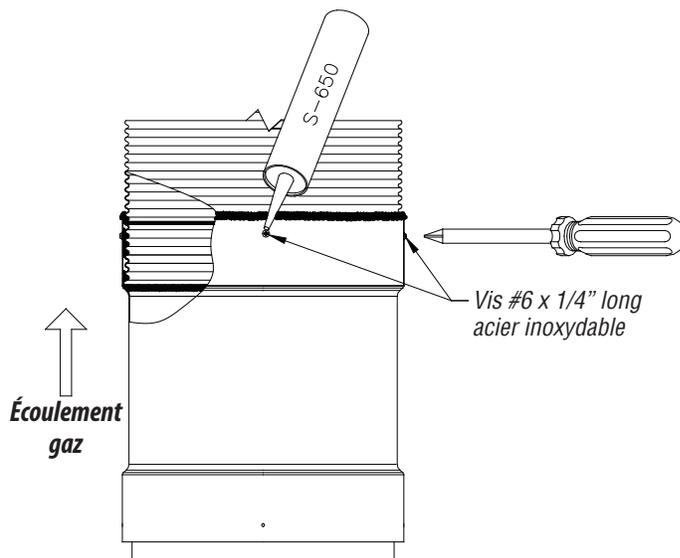

Figure 20 - Vis
2.5. Ajouter le silicone S-650 (rouge) par-dessus les vis (Figure 20).